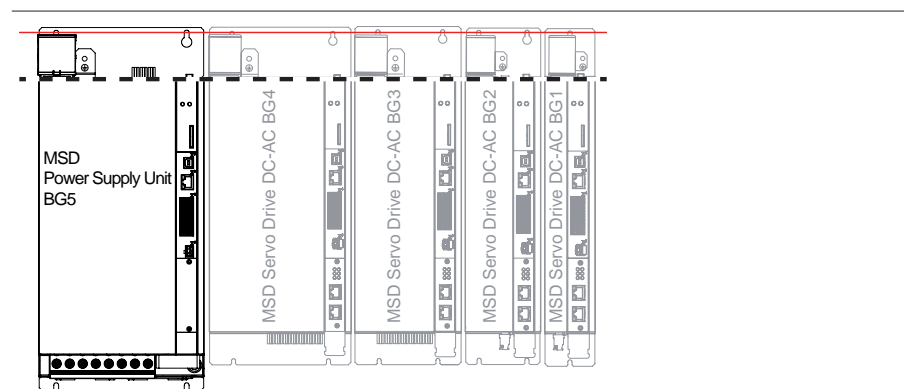

Bild 3.4 Anreihung Achsverbund Wandmontage mit Versorgungseinheit BG5
- Richten Sie die Versorgungseinheit BG5 und alle MSD Servo Drive DC-AC auf einer Linie entlang der Geräte-Oberkante aus (siehe Linie A in Bild 3.4). Das ist notwendig, um die DC-Link Verbindungen durchführen zu können.